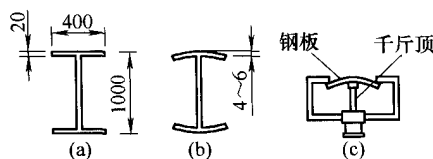

图5 焊接H型钢反变形示意
(3) 角变形 这种变形的根本原因是横向收缩变形在厚度方向上的不均匀分布。焊缝正面的变形大,背面的变形小,这样就造成了翼板平面的偏转。控制角变形的最主要方法就是反变形法,事先估计好结构变形的大小和方向,然后在装配时将翼板反向压弯来抵消焊接变形(见图5)。采用刚性固定法来防止角变形也是比较好的。